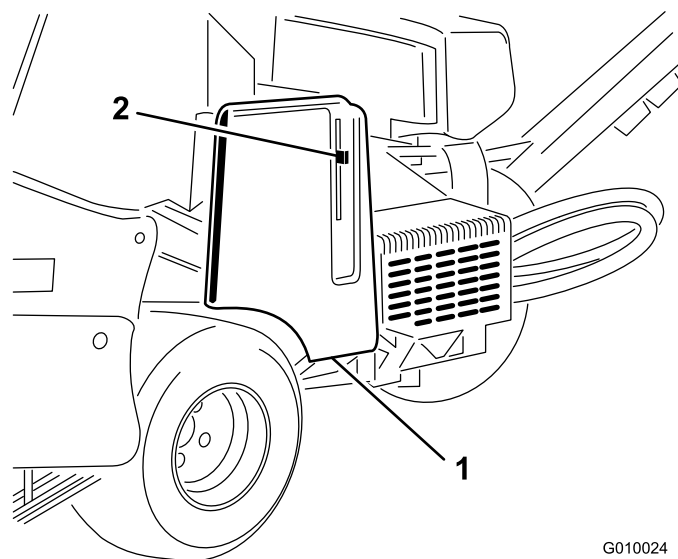
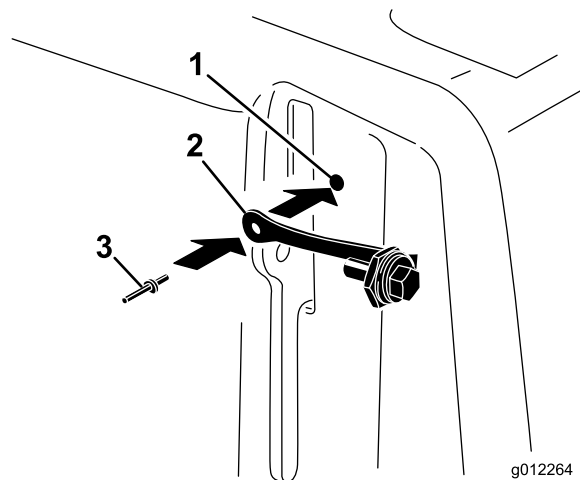

Рисунок 8
Рисунок 9
2. Используя отверстие в крышке ремня, установите строп в сборе с помощью закладной заклепки (Рисунок 9).
1. Найдите отверстие в крышке ремня рядом с рычагом защелки (Рисунок 8 и Рисунок 9).